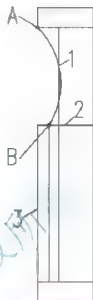

图 4.50 绘制“花瓶”第 1 段圆弧
② 在指定圆弧的第二个点或 [圆心 (C)/ 端点 (E)]: 提示下, 捕捉 1 线的中点作为圆弧的第二个点。
③ 在指定圆弧的端点: 提示下, 捕捉 B 点作为圆弧的端点, 结果如图 4.50 所示。